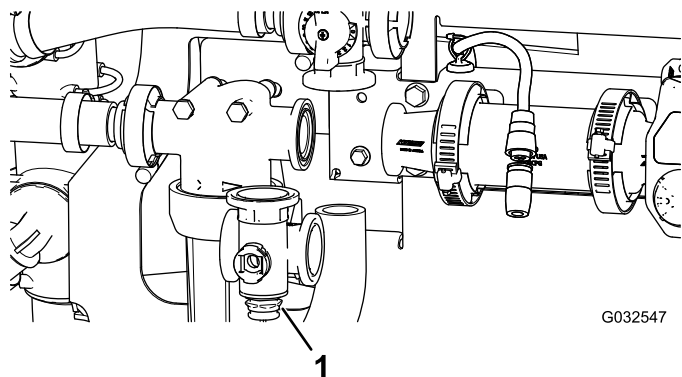

Figure 101
2. Déposez le collecteur de vanne d'agitation de la machine (Figure 101).